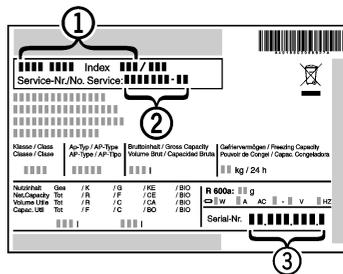

Fig. 6
- ▶ Consulter la désignation de l'appareil Fig. 6 (1), le N° de service Fig. 6 (2) et le N° de fabrication Fig. 6 (3) sur la plaque signalétique. La plaque signalétique se trouve à l'intérieur de l'appareil, sur le côté gauche.
- ▶ Informer le service après-vente et lui communiquer l'erreur, la désignation de l'appareil Fig. 6 (1), le N° de service Fig. 6 (2) et le N° de fabrication Fig. 6 (3).